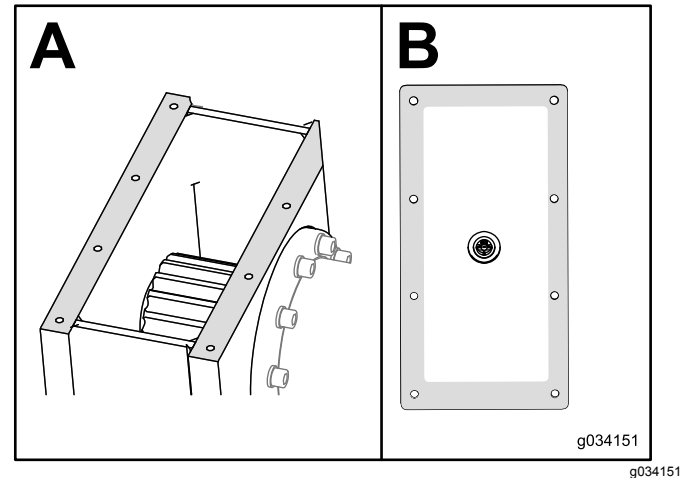

Bild 108
9. Entfernen Sie das Dichtungsmittel am Getriebe und an der Abdeckung (Bild 108).
10. Tragen Sie neues RTV-Dichtungsmittel (KFZ-artig) um die Kanten der Abdeckung auf (Abschnitt B in Bild 108).